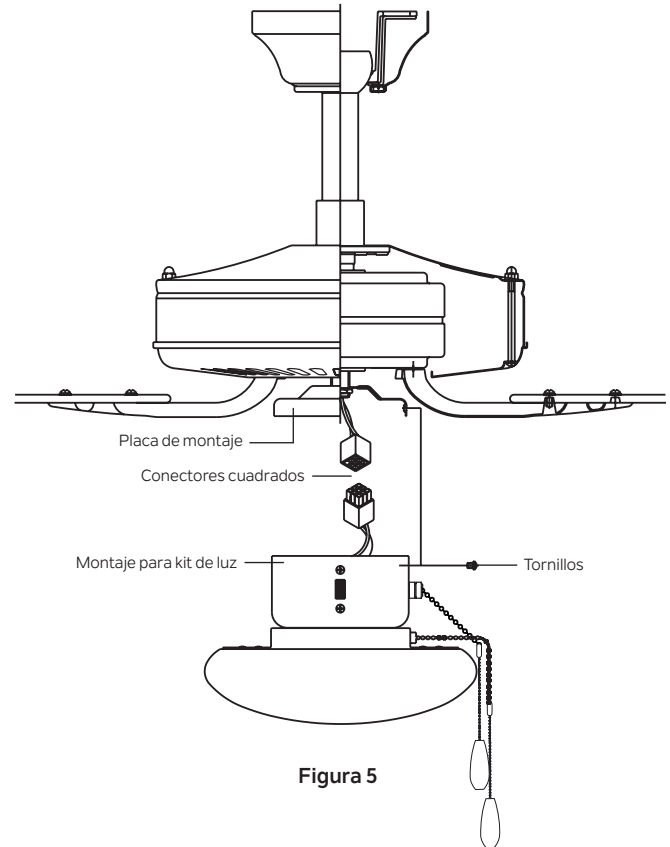

Figura 5
- Levante y sostenga el conjunto del kit de luz cerca de la placa de montaje del ventilador de techo. Empuje los conectores de cable cuadrado juntos. (Figura 5)
- Con cuidado, vuelva a introducir todos los cables en la carcasa del interruptor, luego instale el conjunto del kit de luz en la placa de montaje con los 3 tornillos de la carcasa del interruptor. Asegúrese de ajustar todos los tornillos. (Figura 5)